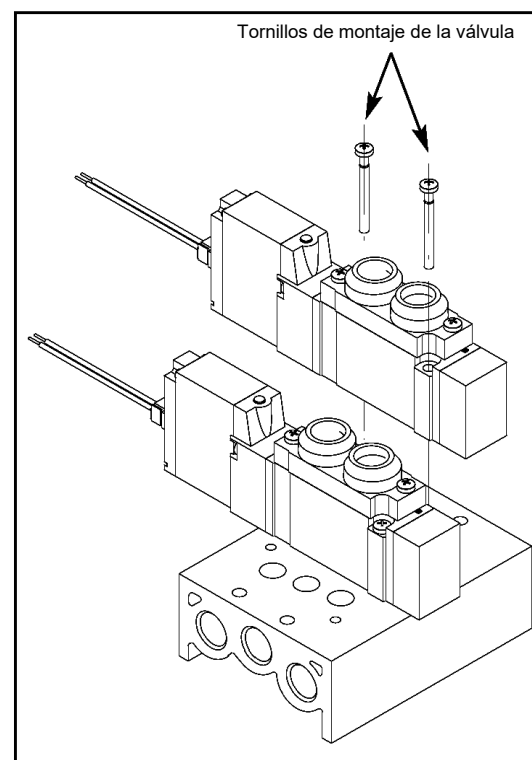

Figura 23
7.2.1 Remontaje de la válvula (véase la Figura 23)